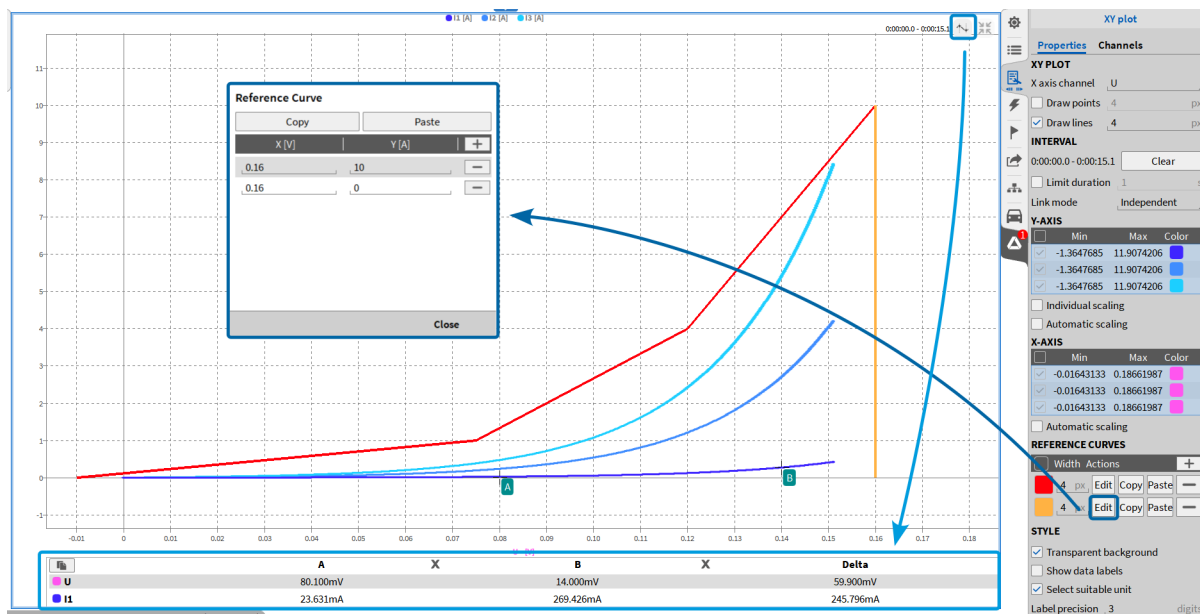

Abb. 8.42: XY-Anzeige – hervorgehobene Referenzkurveneinstellungen und A/B-Cursor
- Klicken Sie auf „Bearbeiten“, um die Referenzkurve durch Eingabe der X- und Y-Koordinaten zu definieren. OXYGEN zeichnet automatisch lineare Segmente zwischen den definierten Punkten. (siehe Abb. 8.42).